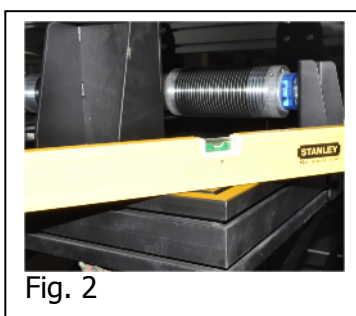

Fig. 2
- Una volta montate le quattro staffe, agganciate l'elevatore al soffitto tramite gli appositi fori avendo cura che la parte superiore dell'elevatore sia perfettamente in bolla, sia in larghezza che in profondità (Fig. 2).